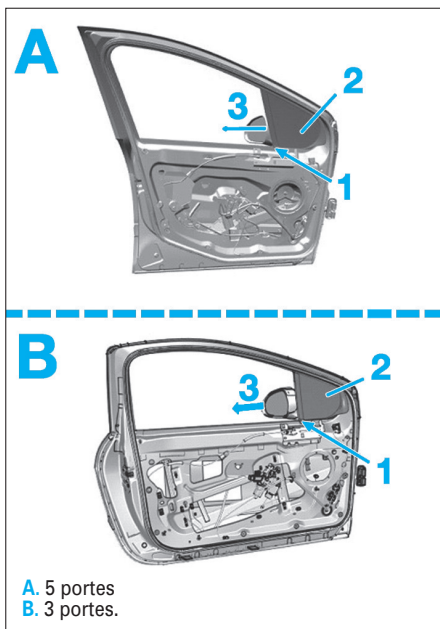

Fig. 113
- A l'aide d'un foret de Ø 6 mm, percer le rivet de fixation (1) (Fig.113).